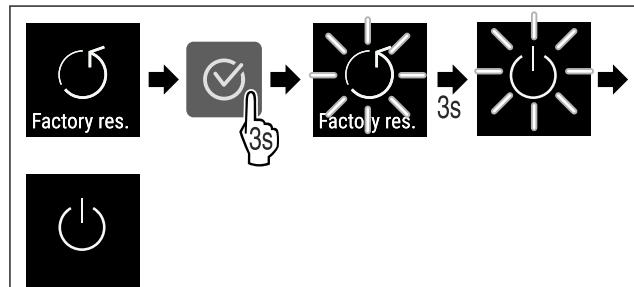

Fig. 102
- Εκτελέστε τα βήματα ενεργειών (βλέπε Fig. 102) .